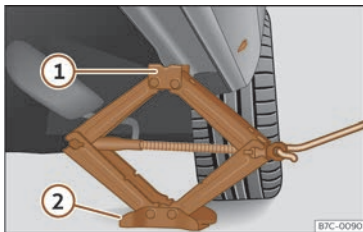

Fig. 244 Larguero: colocación del gato del vehículo.
- Gire la manivela del gato, situado bajo el punto de apoyo del larguero, para elevarlo hasta que la pestaña ① >>> **fig. 244** quede situada bajo el alojamiento previsto.
- Alinee el gato de modo que la pestaña ① “agarre” en el alojamiento previsto del larguero y la placa base móvil ② quede apoyada en el suelo. La placa base ② debe caer en la vertical respecto al punto de apoyo ①.